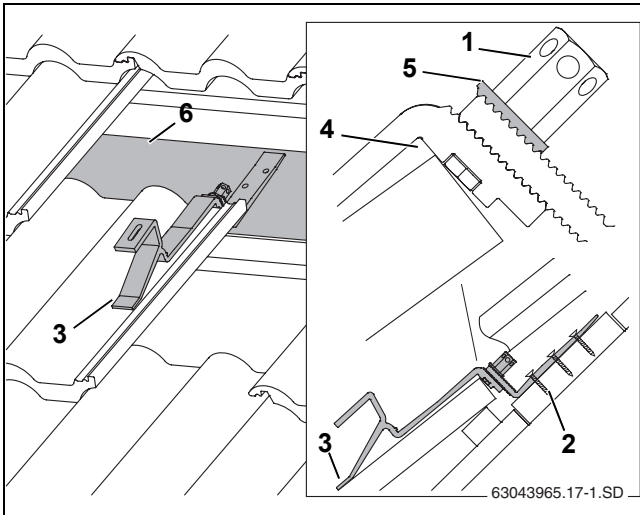

Bild 14 Montierter Dachhaken (zur besseren Ansicht sind einige Pfannen nicht dargestellt)
- ▶ Abstützung vorne so auf die Pfanne legen, dass sie bei Belastung in einem Wellental aufliegt (Bild 14, [3]).
Der Dachhaken muss dabei an der Pfannenoberkante etwas Spiel haben (Bild 14, [2]). Gegebenenfalls Pfanne oben anpassen.
- ▶ Dachhaken-Unterteil so weit herunterschieben, bis dieses auf dem Sparren bzw. auf den Brettern/Bohlen (Bild 14, [6]) aufliegt.
Die verzahnte Unterlegscheibe (Bild 14, [5]) muss in die Verzahnung des Dachhaken-Unterteils greifen.
- ▶ Lange Sechskantmutter (Bild 14, [1]) anziehen. Hierzu den Schlüssel SW 5 in das Loch der Sechskantmutter stecken und drehen.
- ▶ Dachhaken-Unterteil mind. im ersten (Bild 14, [2]) und zweiten Loch mit geeigneten Schrauben am Sparren befestigen.